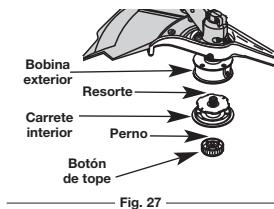

Fig. 27
1. Sostenga la bobina exterior con una mano y desenrosque el botón de tope en sentido antihorario (Fig. 27). Inspeccione el perno de adentro del botón de tope para verificar que se mueva con libertad. Cambie el botón de tope si está dañado.
2. Saque el carrete interior de la bobina exterior (Fig. 27).
3. Saque el resorte del carrete interior (Fig. 27).
1. Sostenga la bobina exterior con una mano y desenrosque el botón de tope en sentido antihorario (Fig. 27). Inspeccione el perno dentro del botón de tope para verificar que se mueva con libertad. Cambie el botón de tope si está dañado.
3. Saque el resorte del carrete interior viejo (Fig. 27).